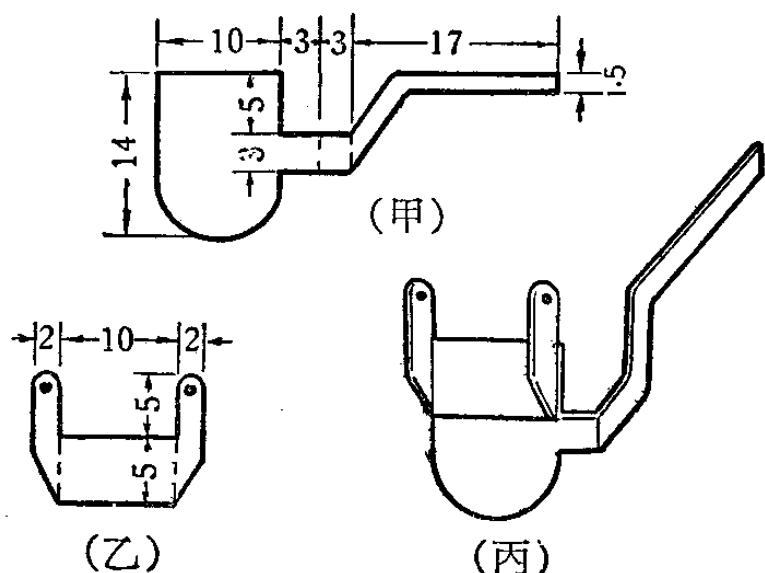

图9-31
3. 銜鐵：它由两个部分合并組成的，如图9-31。其中(甲)是用1毫米厚的鐵片做的，虛線处弯折成直角。(乙)是用黃銅片做的，剪好后折成，它有两个象耳朵状突出部分，上面要钻一个小孔，在总装配时小孔里穿进一段黃銅絲，就可使銜鐵灵活地活动。两个部分做好后，把它們合起来用焊錫焊好，如图9-31(丙)。